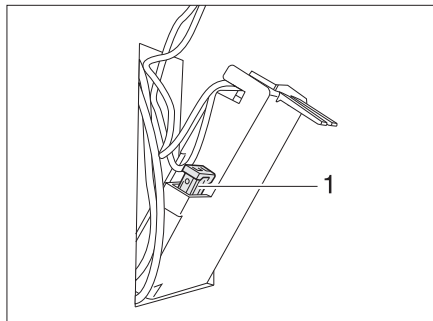

Bild 295 Sicherung der Thetford-Toilette
- Die Sicherung (Bild 295,1) wechseln.